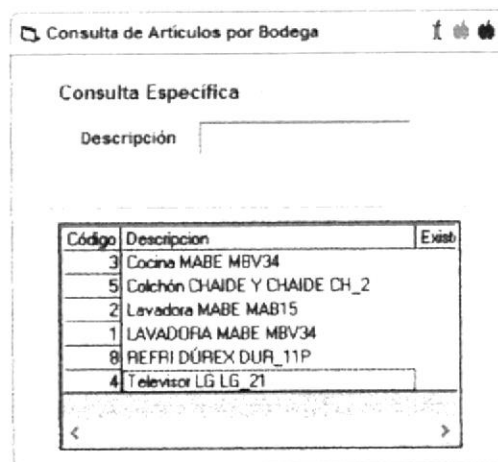

Figura 4.19 Pantalla de Consulta de Artículos por Bodega
7. De clic en el botón de búsqueda de Artículos por Bodega  y aparecerá la pantalla de consulta de Artículos. (Ver Figura 4.19).
8. Elija el artículo dando doble clic en la descripción de este en la Pantalla "Consulta de Artículos por Bodega" (Ver Figura 4.19) y volverá automáticamente a la pantalla anterior con todos los datos de dicho artículo. (Ver Figura 4.20)